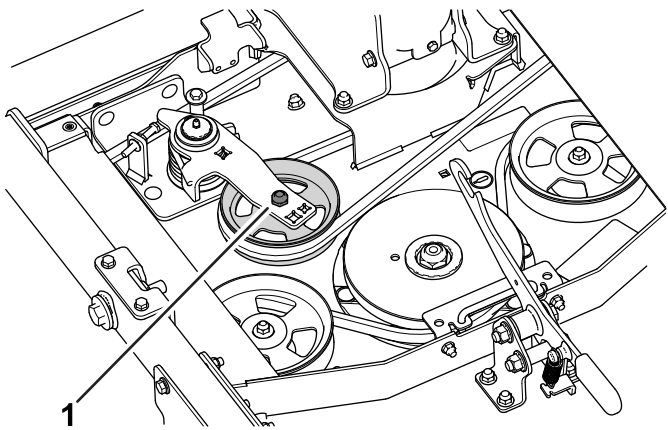

Figura 2
2. Usando una llave de tubo u otra herramienta similar, aleje la polea tensora (Figura 2) de la correa de transmisión para aliviar la tensión de la correa y poder sacar la correa de la polea tensora.